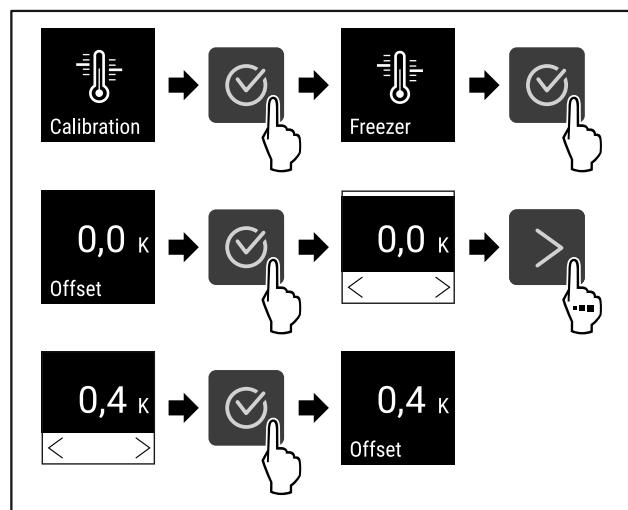

Fig. 95
- ▷ Изпълнете стъпките (вж Fig. 95).